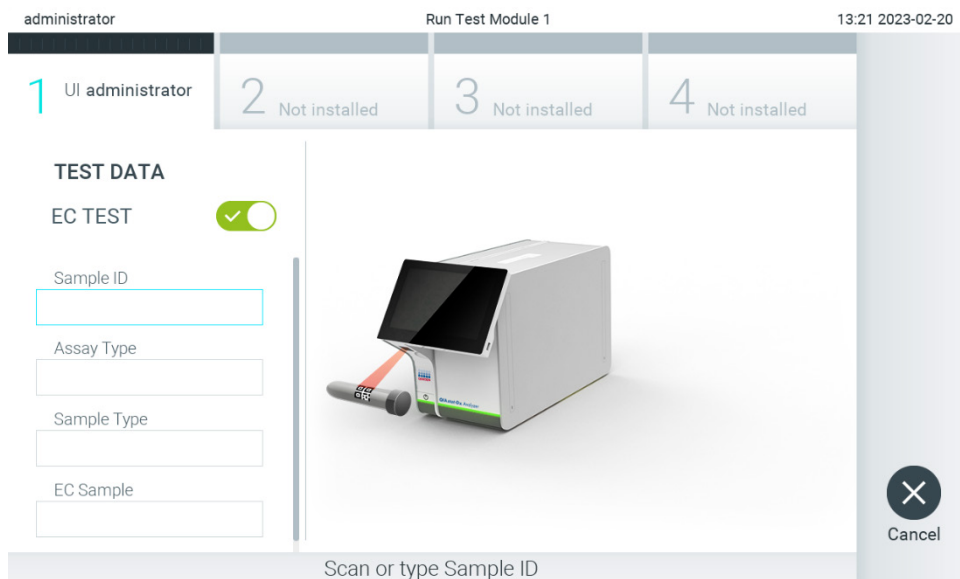

Figura 92. Acționarea butonului de comutare EC Test (Testare EC) pentru activarea unei testări EC.
2. Acționați butonul de comutare EC Test (Testare EC) (Figura 92).